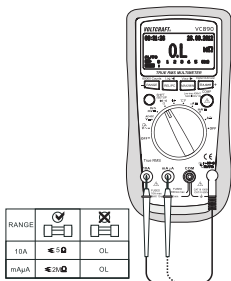

Abb. 12
2. Stecken Sie eine Messleitung in die  $\text{CHZV}\Omega$ -Buchse (7).
3. Kontaktieren Sie mit der Prüfspitze die zu prüfende Strommessbuchse (Abb. 12).